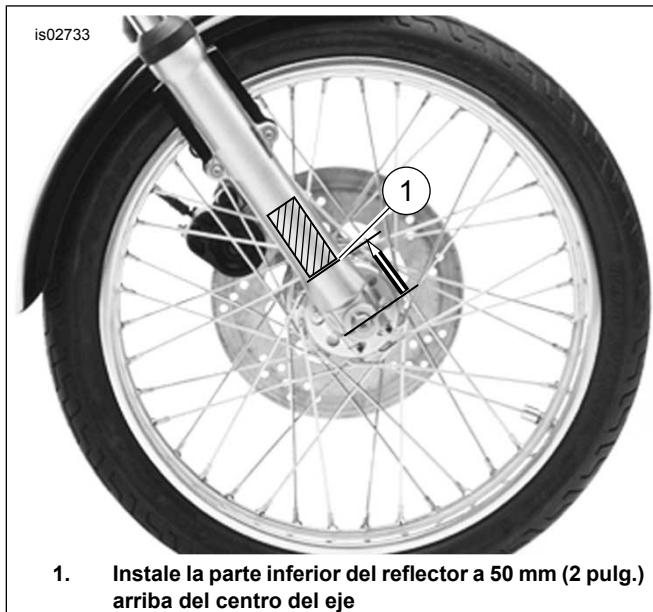

Figura 1. Ubicación de los reflectores
9. Pele el forro de un lado de la cinta adhesiva de espuma de dos lados. Coloque la cinta adhesiva en la parte trasera del reflector y presione firmemente en su lugar. Quite el respaldo restante de la cinta adhesiva. Coloque el reflector en su posición en el deslizador de la horquilla como se muestra en la Figura 1 y presione firmemente en su lugar. Repita el procedimiento en el deslizador de la horquilla del lado opuesto.